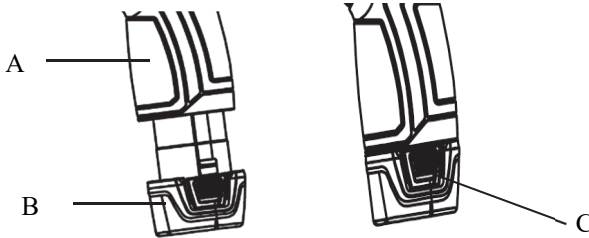

Abb. 2
SO NEHMEN SIE DAS AKKUPACK HERAUS: Lösen Sie die Akkupack-Entriegelungstaste (C) und ziehen Sie das Akkupack (B) aus dem Werkzeug (A) heraus. (siehe Abb. 2)
SO SETZEN SIE DAS AKKUPACK EIN: Drücken Sie das Akkupack (B) so weit in das Werkzeug, bis es einrastet. (siehe Abb. 2)